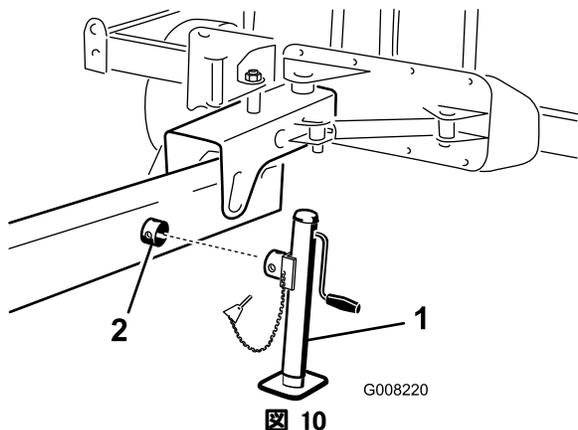

図 10
1. 牽引ヒッチの側面にあるジャッキ・チューブにジャッキを取り付ける (図 10)。
2. ジャッキ・スタンドを回して穴同士をそろえ、リンチ・ピンで固定する (図 10)。